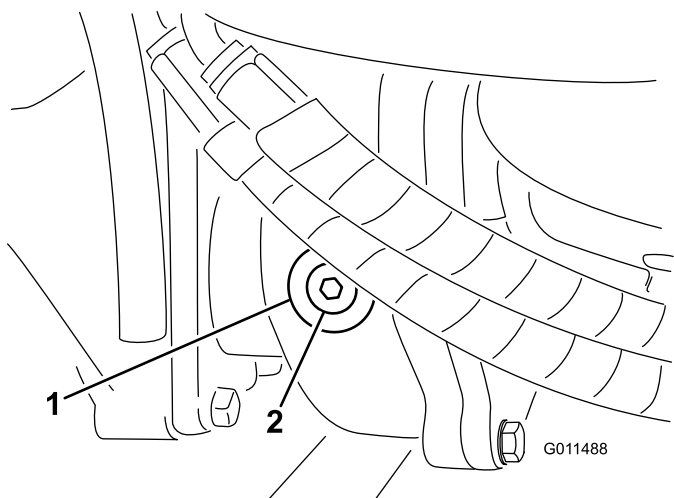

**Figura 113**
2. Îndepărtați buonul de verificare/umplere din partea stângă a cutiei de viteze i asigurați-vă că nivelul de lubrifiant este până în partea inferioară a orificiului (Figura 113).